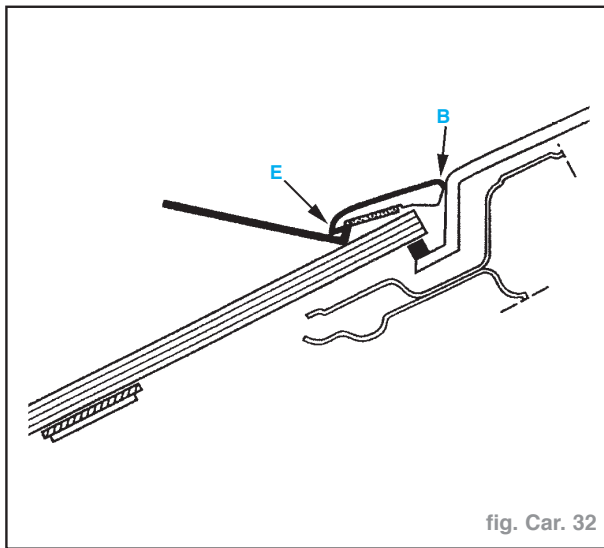

fig. Car. 32
- 3 Clipser le retour arrière (B) de la clé sur l'enjoliveur (fig. Car. 32).
- 4 Appuyer vers l'avant sur le plat de la clé et clipser le retour avant (E).